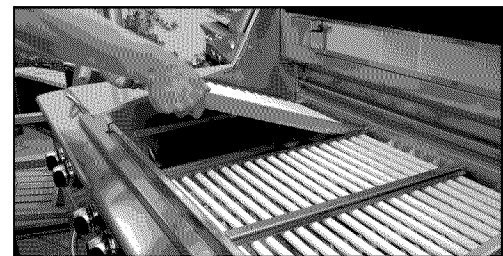

FIG. 25
5. Placez le radiant assemblé dans l'appareil (Fig. 25).